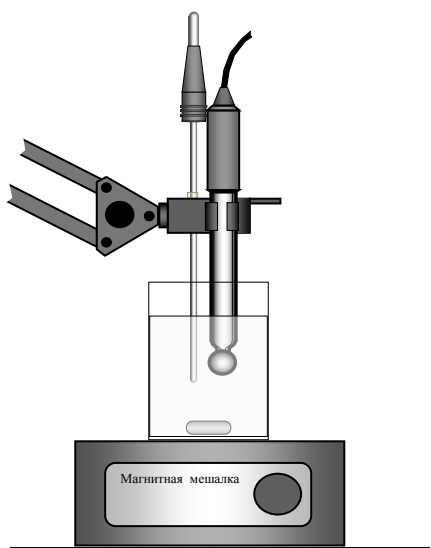

Рисунок 41
- поместить электроды и термокомпенсатор в исследуемый раствор (рис. 41), для ускорения процесса установления температурного режима раствор следует перемешивать;